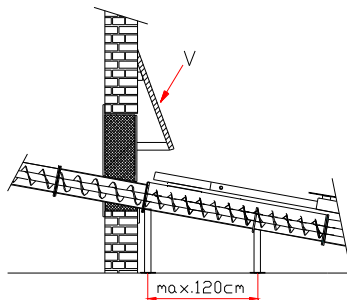

Fig. 3
- 15.) Le cloisonnement (V) (Fig.3) du regard est à réaliser par le maître d'œuvre et empêche le combustible de s'échapper de manière incontrôlée dans la chaufferie. Il faut monter une pente de planches à 40 cm au-dessus de la vis d'extraction, à 40 cm du mur du local de stockage et d'une largeur de 80 cm de large dans un angle d'env. 20°. La construction doit être suffisamment fixée et être suffisamment épaulée par le bas.